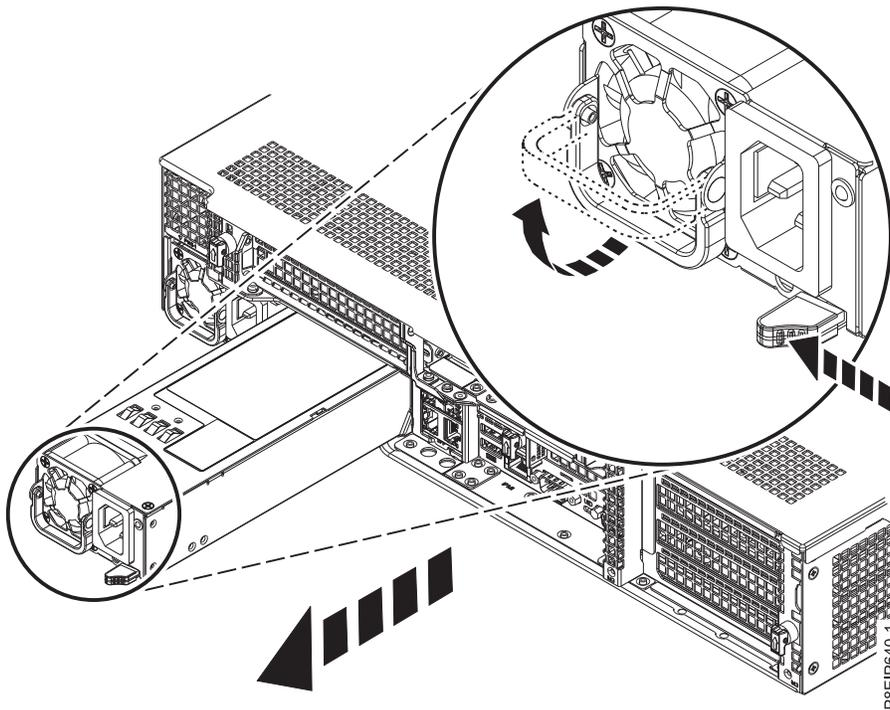

Abbildung 93. Ausbau eines Netzteils aus dem System
- a. Um das Netzteil aus seiner Position im System zu lösen, drücken Sie die Sperrzunge nach links (siehe Abb. 93).